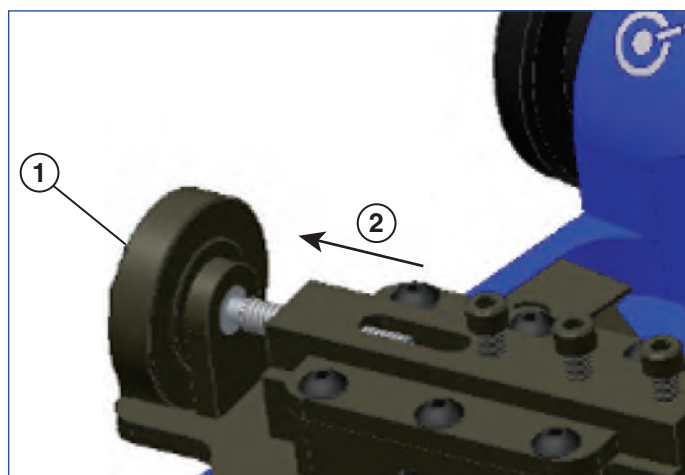

Figura 9
7. Gire o parafuso de ajuste de profundidade para posicionar o bloco de ferramenta na posição de retorno (ver Figura 9).